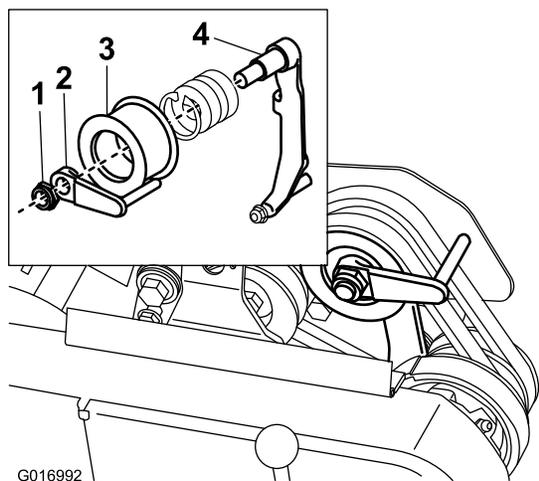

図 40
8. エンジンを使わずに、楽に機体を押ししたり引いたりすることができるように、ベルトガイド (図 40; 挿入図) を以下のように調整しておきます: